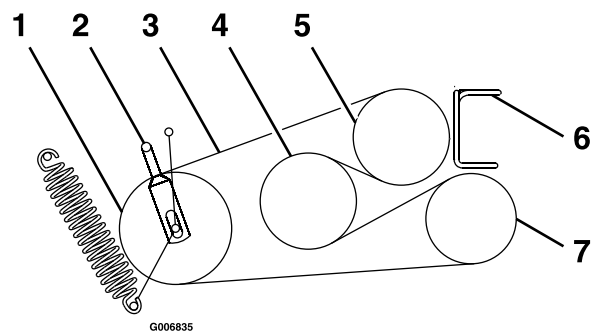

Bild 60
6. Lösen Sie die Riemenführungen **A** und **B** (Bild 60).
8. Verlegen Sie die neuen Riemen um die Riemenscheiben, wie in Bild 60 abgebildet.